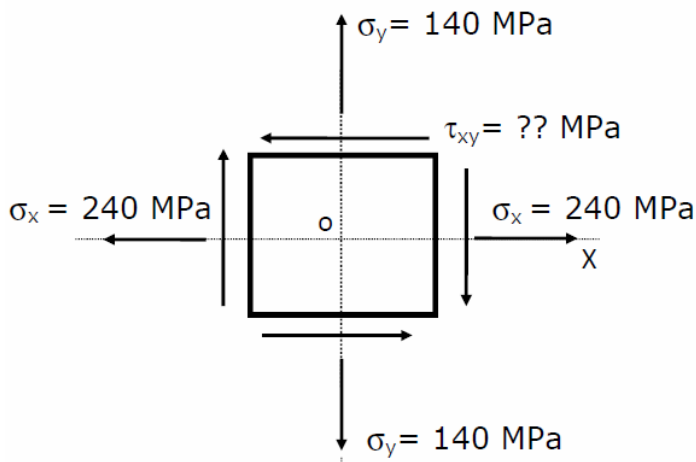

Figura 5.3
5.1.4 Um componente estrutural de aço, com tensão de cedência de 300 MPa, fica submetido ao estado de tensões indicado na Figura 5.3. Determine, usando o critério de cedência de von Mises, se ocorre cedência quando a tensão de corte é